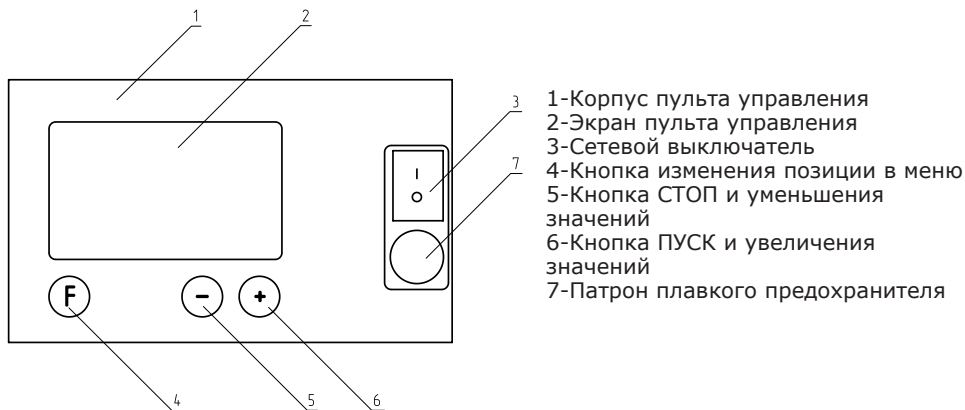

Рис. 3 Пульт управления
5.6.5. Более подробно с устройством и работой пульта управления можно ознакомиться в инструкции по эксплуатации и монтажу на контроллер котла есоМАХ 200W. Расположение органов управления и индикации на передней панели пульта управления показано на рис.3.